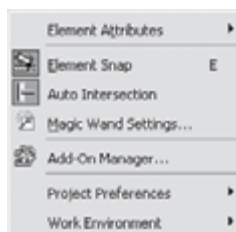

Рис. 2.4. Меню Options (Параметры)
1. Щелкните кнопкой мыши на пункте главного меню Options (Параметры). На экране появится меню, показанное на рис. 2.4.